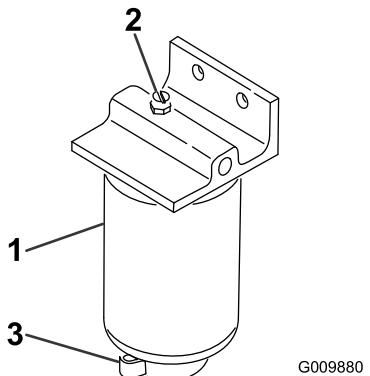

Figura 58
2. Afloje la válvula de vaciado en la parte inferior del cartucho del filtro (Figura 58).
1. Limpie la zona de montaje del cartucho del filtro (Figura 58).